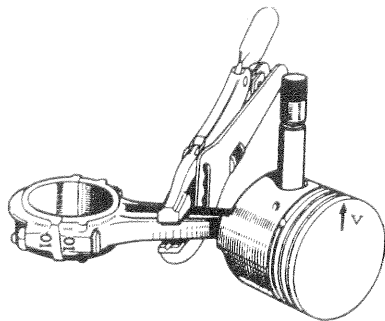

Fig. 36. — Emmanchement correct de l'axe de piston
- Emmancher à la main l'ensemble mandrin axe et guide jusqu'à ce que l'axe vienne en butée sur le pied de bielle (fig. 36).
- Poser l'ensemble sur le guide d'emmanchement (B) du socle, en s'assurant que le lamage du piston est bien en appui sur la collerette du guide.
**NOTA.** — La profondeur de l'alésage du guide d'emmanchement (B) est déterminée pour obtenir un centrage correct de la bielle par rapport à l'axe de piston, c'est pourquoi il est indispensable de pouvoir disposer de l'ensemble de montage des axes (Mot. 122) pour pouvoir effectuer correctement la mise en place des axes de pistons. Il n'y a pas de freins d'arrêt d'axe, celui-ci étant monté serré dans le pied de bielle et tourillonnant dans le piston.